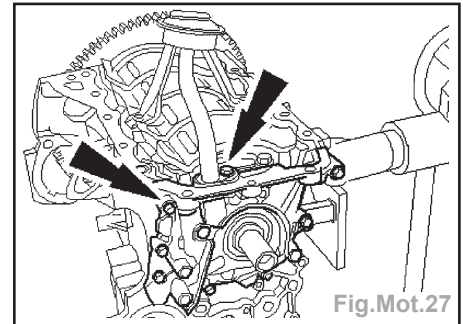

Fig.Mot.27
- Détacher le tube d'aspiration d'huile de la pompe à huile et déposer la pompe à huile (illustré moteur déposé pour plus de clarté) (Fig.Mot.27).